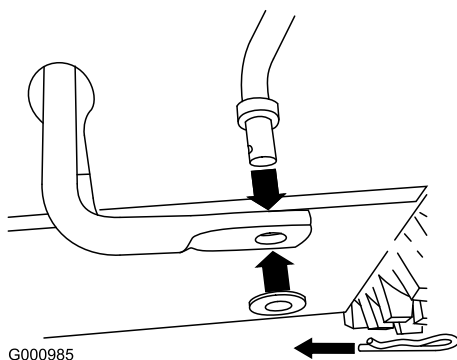

Figure 4
1. Insérez l'extrémité inférieure de la tige dans le bras de liaison inférieur de sorte que l'extrémité coudée de la tige de commande de vitesse soit tournée vers l'arrière (Figure 4).
2. Fixez l'extrémité inférieure de la tige de commande de vitesse avec une rondelle plate et une goupille fendue (Figure 4).